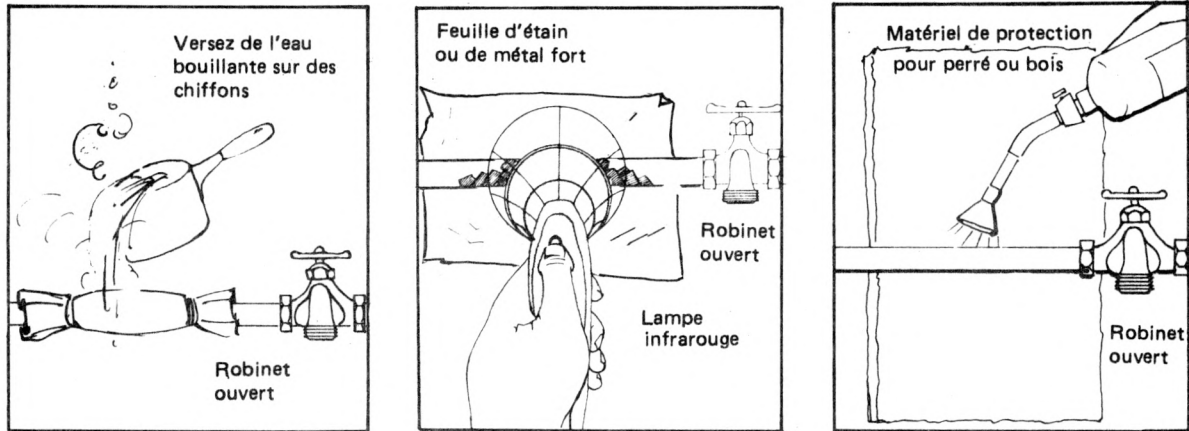

FIG. 4-11 DÉGEL D'UNE CONDUITE D'EAU À L'AIDE DE CHIFFONS IMBIBÉS D'EAU BOUILLANTE, D'UNE LAMPE INFRAROUGE, ET D'UN CHALUMEAU À GAZ PROPANE.
- d. Avancez une chaufferette électrique portative près des tuyaux. Voir à la Fig. 4-11.